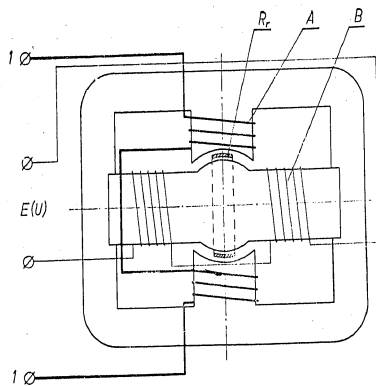

Abb. 1
Das Konstruktionsschema des Relais zeigt die Abbildung 1. Das Relais besitzt zwei abgesonderte Kreise, einen Stromkreis (A) und einen Spannungskreis (B). Jeder der beiden Kreise besteht aus zwei Spulen, welche einen Magnetfluss erzeugen und deren Achsen zueinander rechtwinklig verlaufen.